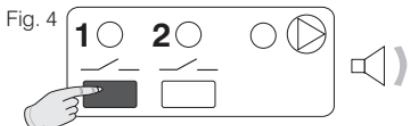

Fig. 4
- Maintenir la pression sur la **touche 1** (ou **2**) jusqu'à entendre une légère tonalité , et relâcher : la commande est activée et la **LED** correspondante est allumée fixe (fig.4). La commande de la pompe (ou chaudière) est elle aussi activée.